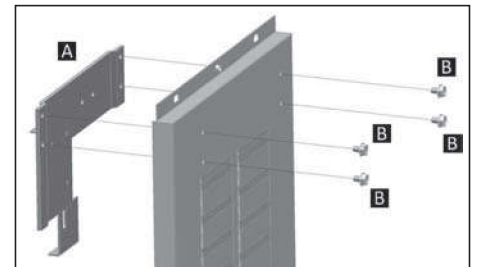

Figure 5.
Attach the mechanical interlock assembly with four (B) mounting screws according to **Figure 5** by installing screws from the back side of the trim/door.
Attacher le système de verrou mécanique avec quatre vis de fixation (B) posées depuis la face arrière du panneau d'habillage/de porte comme sur la **Figure 5**.
Attach the mechanical interlock assembly with four **(B)** mounting screws according to **Figure 5** by installing screws from the back side of the trim/door.
Attacher le système de verrou mécanique avec quatre vis de fixation **(B)** posées depuis la face arrière du panneau d'habillage/de porte comme sur la **Figure 5**.